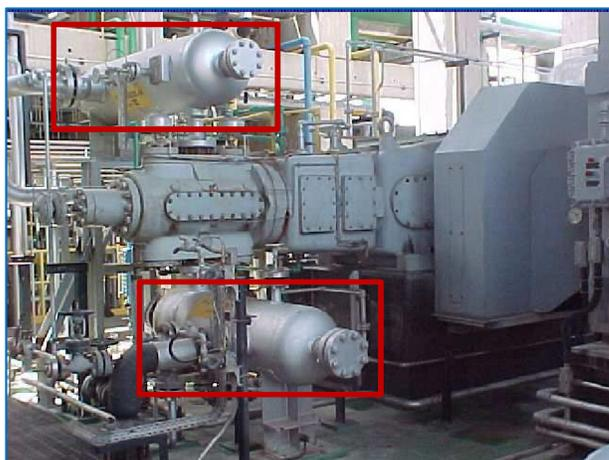

Figura 7 –Vasos de pressão localizados na sucção e na descarga de máquinas.
- 1) vasos amortecedores de pulsação de compressores alternativos localizados nas tubulações da sucção ou descarga (ver Figura 7);
- 2) vasos separadores de líquido localizados na sucção (ver Figura 7);